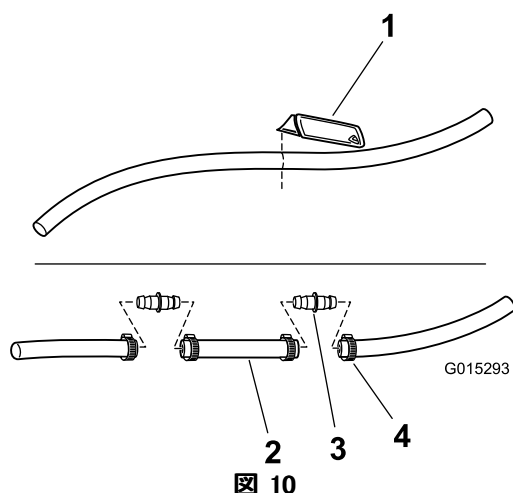

図 10
5. **マルチプロ 1200 スプレーヤのみ：** 水圧制御バルブの T 字フィッティングからブーム送液ホースを外し、このホースをフィッティングの端部から 61 cm 切り取り、ここにストレート・アダプタ 2個とホースクランプ 4個を使ってホース・スプライスを取り付ける（図 10）。